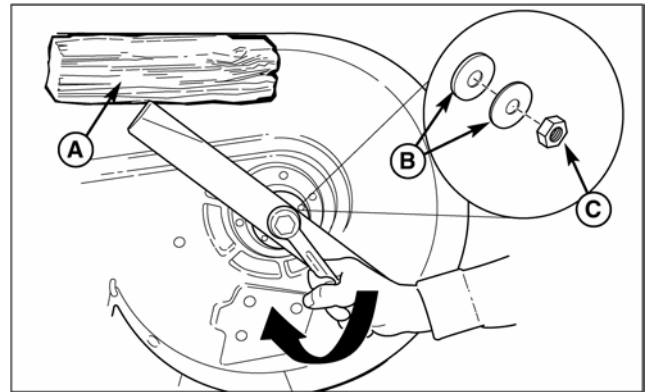
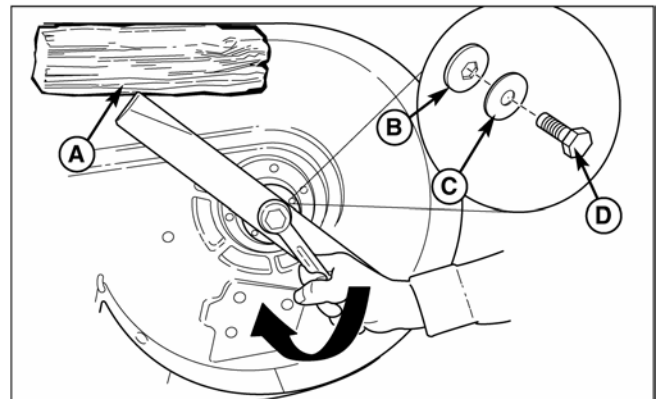

Рис. 20. Установка ножа (режущие деки 38 и 42")
Рис. 21. Установка ножа (режущие деки 44" и 50")
3. Открутите гайку (С, рис. 20), снимите подпружиненные шайбы (В) и нож. Или открутите болт (D, рис 21), шайбу с шестигранным отверстием (В), подпружиненную шайбу (С) и нож.
6. Установите каждый нож на место (рис. 21) «ушками» по направлению вверх к деке, как показано на рисунке.
7. Установите подпружиненные шайбы (В, рис. 20) и гайку (С). Используйте деревянный брусок (А), чтобы застопорить нож при затяжке гайки (С). Момент затяжки – 70-80 футов на фунт (95-108 Нм). Или установите шайбу с шестигранным отверстием (В, рис. 21), подпружиненную шайбу (С) и болт (D). Используйте деревянный брусок (А), чтобы застопорить нож при затяжке гайки (D). Момент затяжки – 45-55 футов на фунт (61-75 Нм).